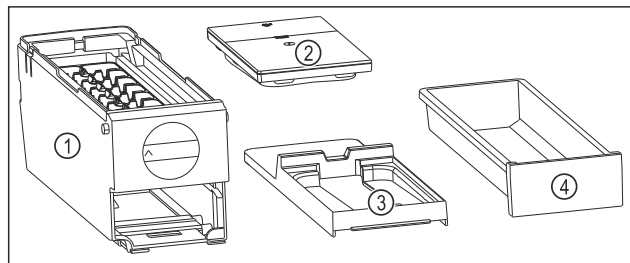

Fig. 173 Az EasyTwist-Ice alkotórészei
- ▶ Az EasyTwist-Ice egység négy darabra van szétszedve. (lásd Fig. 173)
- ▶ Az EasyTwist-Ice egységet csak az ábrázolt alkotóelemekre szedje szét. (lásd Fig. 173)
- ▶ Az EasyTwist-Ice testét Fig. 173 (1) egy egységként tisztítsa.